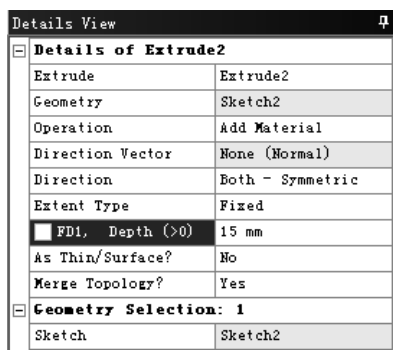

图 3.10.7 “Details View”对话框
(2) 在工具条中单击  **Extrude** 按钮，系统弹出图 3.10.7 所示的“Details View”对话框，使用草图 2 作为截面，在 **Operation** 下拉列表中选择 **Add Material** 选项，在 **Direction** 下拉列表中选择 **Both - Symmetric** 选项，在 **FD1, Depth (>0)** 文本框中输入数值 15，其他采用系统默认设置值。单击工具条中的  **Generate** 按钮，完成拉伸特征 2 的创建。